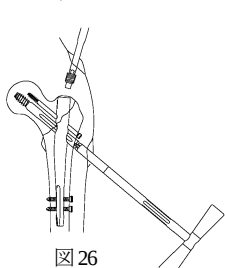

図26
- 24) ストレートドライバー (ホールド型) にエンドキャップを組み付け、グリップ後端の中軸つまみをねじ込み、固定します。ラグスクリュー用インサーターに、ロッキング用ラグスクリューT レンチを取り付け、ラグスクリューの溝合わせを行いながら、ユニバーサルT レンチを用いてエンドキャップを確実に挿入します。(図26)